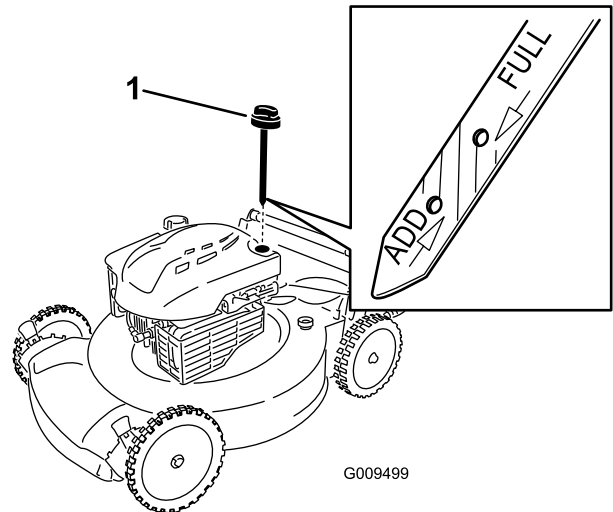

Figura 4
2. Retire la varilla (Figura 4).
3. Vierta lentamente aceite en el tubo de llenado hasta que el nivel llegue a la marca "Full" (lleno) de la varilla (Figura 4). Después de añadir aceite, espere 3 minutos antes de comprobar el nivel de aceite con la varilla. No llene demasiado. (Capacidad máxima: 0.59 l (20 onzas), tipo: SAE 30, aceite detergente con clasificación de servicio API SF, SG, SH, SJ, SL o superior.)